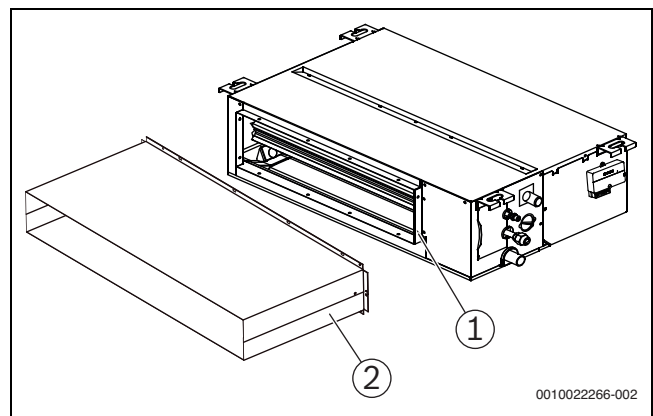

Рис. 4
- Когда панель выпуска воздуха подключается к фланцу выпуска воздуха корпуса блока через металлический воздушный диффузор, убедитесь, что контактная металлическая поверхность правильно герметизирована и изолирована с помощью уплотняющего элемента (→ рис. 4).